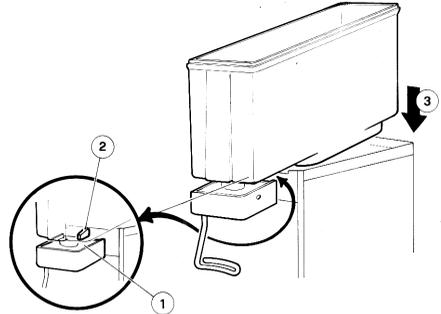

Bild 8
**CADDY 5/2 - 5/3 - 5/4:** sicher stellen, daß das obere Ende des Hahnenkörpers (1) unterhalb des von der Abtropffläche hervorragenden Rückhaltzahns (2) liegt (Bild 8).